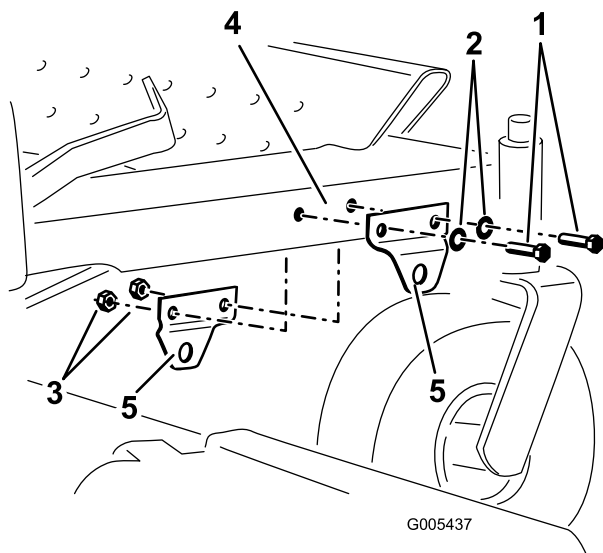

Figure 5
7. Montez les deux petits supports décalés comme illustré à la Figure 5 ; ne serrez pas complètement les fixations. Orientez les supports de sorte à éloigner les décalages l'un de l'autre.